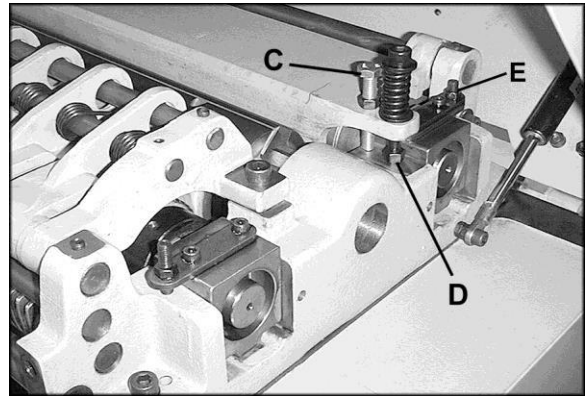

Рис. 15
На рис. 15 показаны винт регулировки высоты (С) и винт регулировки натяжения пружины (D) прижимной планки. Ослабьте шестигранную гайку и поверните винт на необходимую величину. Убедитесь, что настройки на обоих концах прижимной планки одинаковы. По завершении регулировки затяните шестигранные гайки.
Ролик разгрузки имеет гладкую цельную конструкцию, что позволяет избежать повреждения готовой поверхности обрабатываемого материала. Он подпружинен, и его функция заключается в продолжении подачи заготовки через станок после того, как она пройдет ролик подачи. Правильная установка свободного положения находится на 0,81 мм ниже дуги режущих пластин строгального вала. Используйте измерительный прибор, такой как индикатор часового типа со стойкой или деревянный измерительный блок (см. рис. 13), чтобы проверить ролик разгрузки таким же образом, как и ролик подачи. При необходимости отрегулируйте с помощью винтов (Е, рис. 15). Закончив регулировку, затяните шестигранные гайки на винтах.